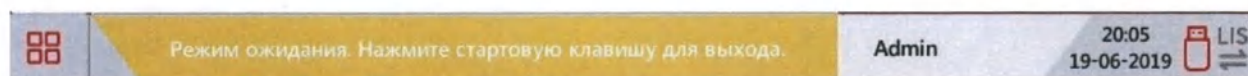

Рис.5.7-2 Режим ожидания
По завершении процесса перехода в нижней части экрана будет отображаться надпись на жёлтом фоне “**Режим ожидания. Нажмите стартовую клавишу для выхода.**” (Рис.5.7-2).
- После выхода из режима ожидания анализатор возвращается в свой обычный рабочий режим, на что указывает исчезновение сообщения в нижней части экрана о том, что прибор находится в режиме ожидания (Рис.5.7-2), а также опущенная пробозаборная игла, готовая к аспирации пробы. В случае бездействия со стороны оператора в течение установленного времени анализатор автоматически вернётся в режим ожидания.